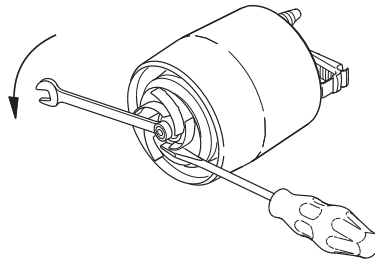

Fig. 14 Sådan fjernes løberen
8. Skru møtrikken, nøglevidde 13 mm, ud fra motor-akslen. Brug en skrue-trækker til at forhindre løberens rotation. Se fig. 14.